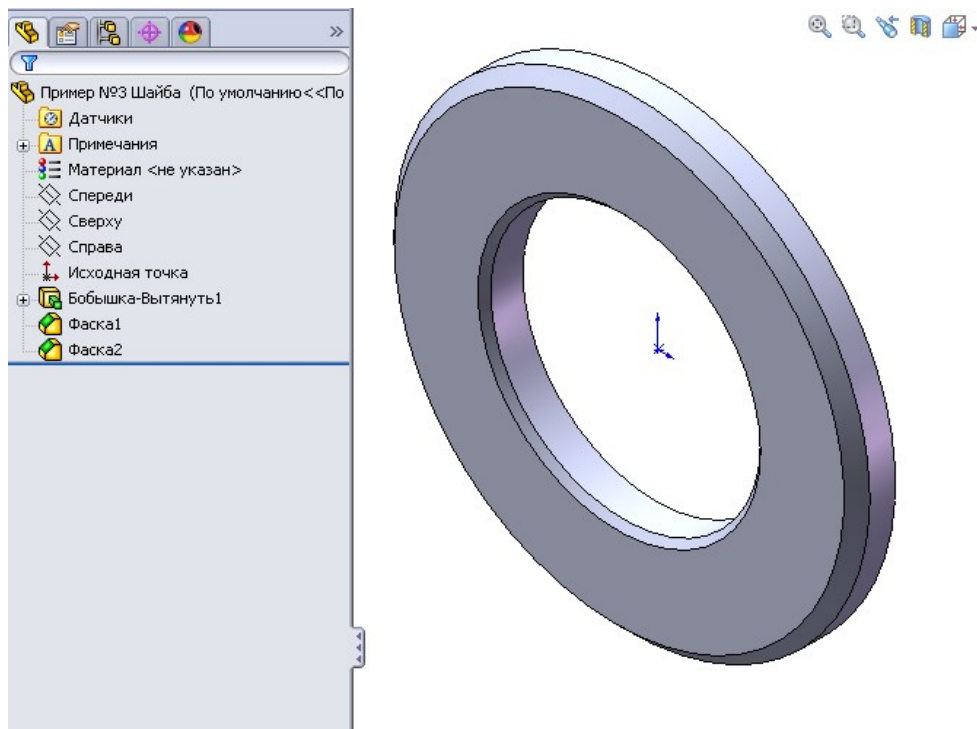

Рисунок 7.12 – Завершення редагування конфігурації
4. Натиснемо кнопку **Ок** для того, щоб закінчити редагування конфігурації (рис. 7.12).